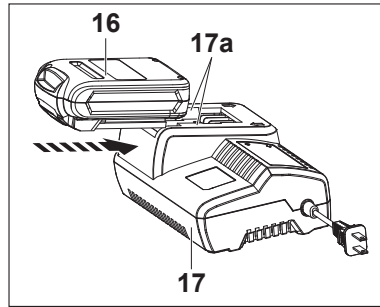

Fig. 6
1. Alinee e inserte el acumulador (16) en las ranuras de inserción (17a) del cargador (17) y empújelo hasta que quede encajado en su sitio (Fig. 6).